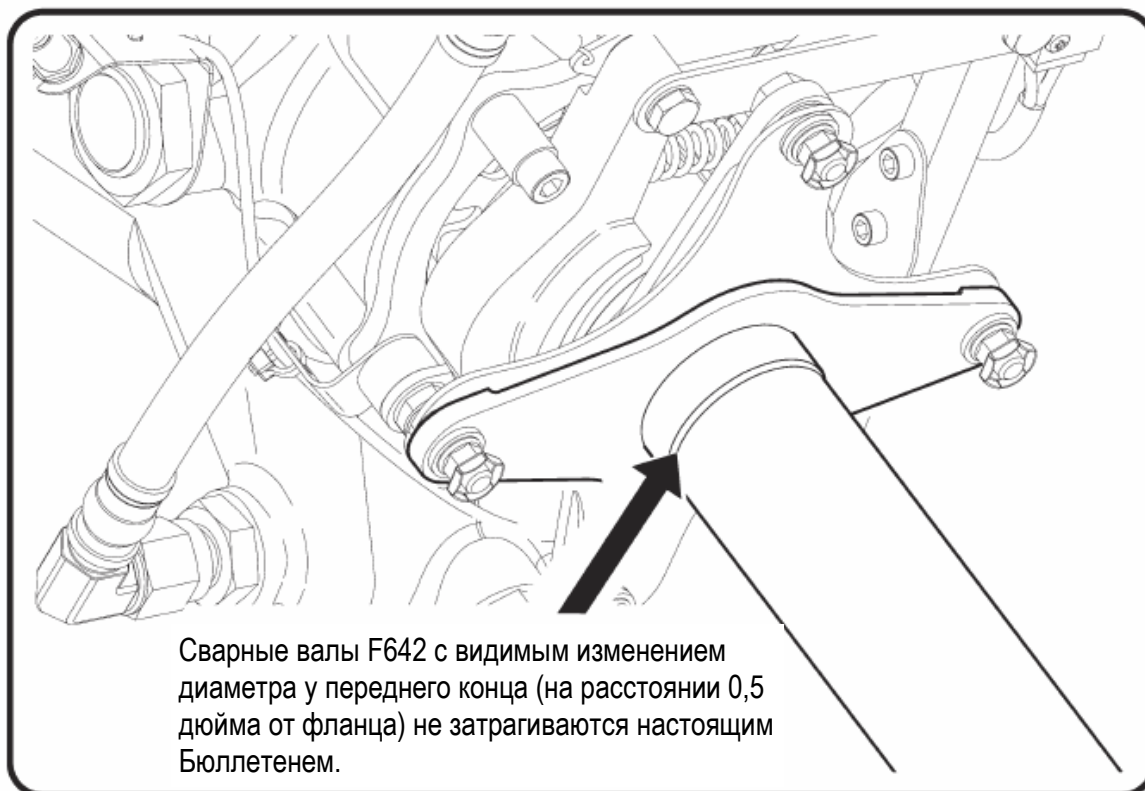

Рисунок 1
1. См. Рисунок 1. Выполните визуальный осмотр переднего конца сварного вала F642, установленного на вертолёте, на предмет видимого изменения диаметра. Валы с изменением диаметра в месте, указанном на Рисунке, не затрагиваются настоящим Бюллетенем; в случае с таким валом дальнейших действий выполнять не требуется.